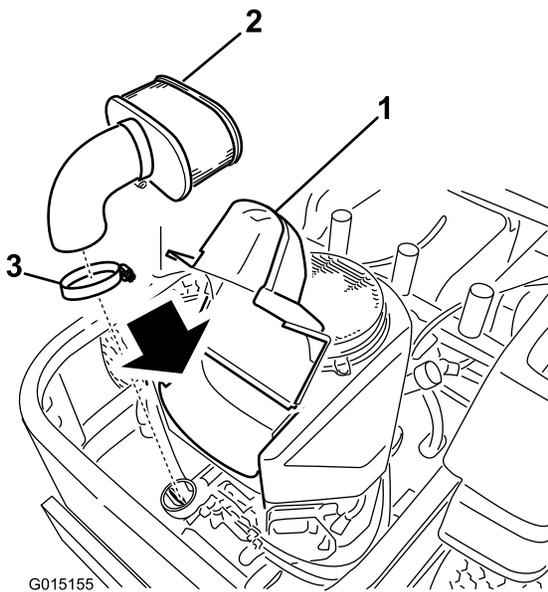

Figure 42
3. Nettoyez la surface autour du couvercle du filtre à air pour éviter que des impuretés s'introduisent dans le moteur et l'endommagent, puis soulevez le couvercle et détachez le collier qui fixe le filtre à air au moteur (Figure 42).
4. Desserrez le collier de flexible et retirez l'élément en papier (Figure 42).